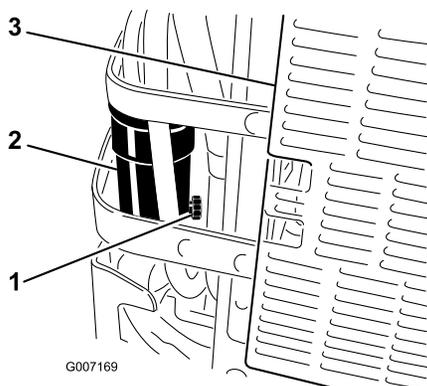

Figura 48
6. Aprite di circa un giro la valvola di spurgo sul separatore di condensa per permettere lo spurgo dell'acqua e di altre sostanze contaminanti (Figura 48).
7. Chiudete la valvola di spurgo quando inizia a fuoriuscire solamente gasolio (Figura 48).